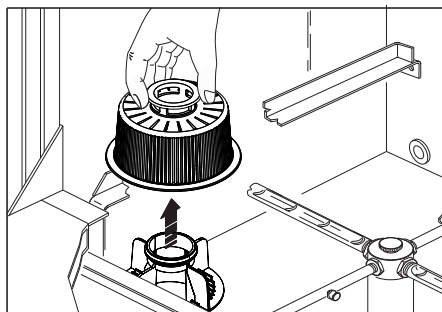

Fig. 17
5. togliere e pulire il filtro pompa di lavaggio (fig. 17, pagina 32) ed eventuali filtri vasca, se presenti